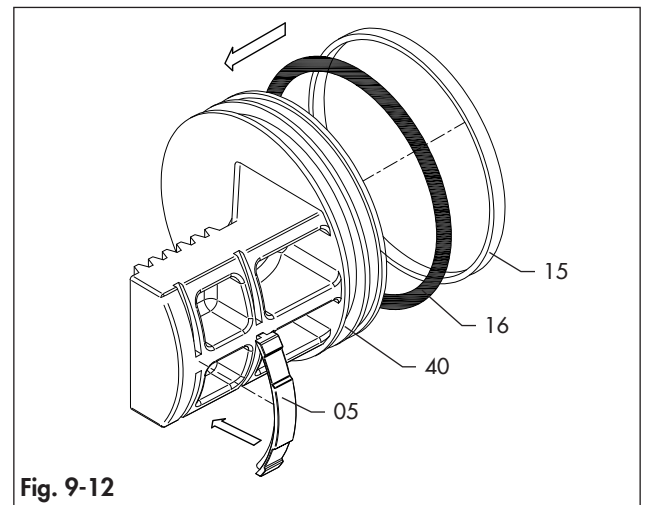
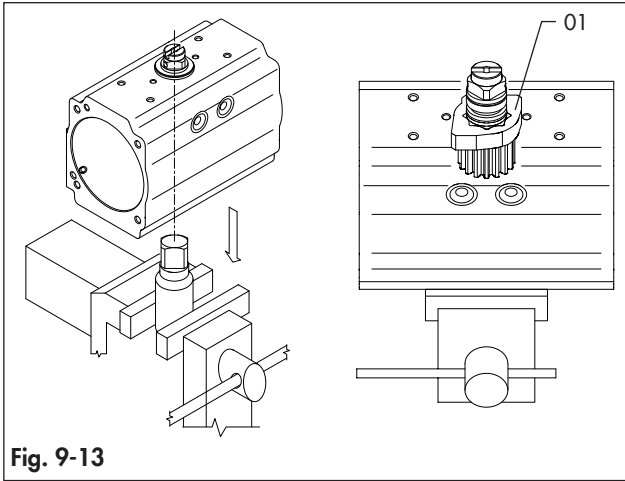
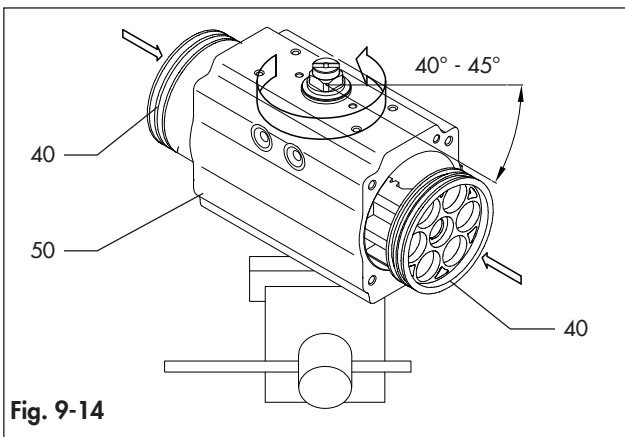

Fig. 9-12
Fig. 9-13
Fig. 9-14
Consulte las fig. 9-1, fig 9-12, fig 9-13 y fig 9-14.
- Lubrique y ponga en los pistones (40) las juntas tóricas (16), los retornos de pistón (05) y los cojinetes de cabeza (15).
- Lubrique la superficie interna del cuerpo (50) y el pistón dentado (40).
- Introduzca la conexión hembra del eje de transmisión (60/60.1) en una junta de acoplamiento correctamente fijada. (Fig. 9-13)
- Asegúrese de que el octi-cam (01) está en la posición correcta, de acuerdo con la fig. 9-13.
- Gire el cuerpo (50) en unos 40°-45° en el sentido de las agujas del reloj desde la vista superior, como aparece en la fig. 9-14.
- Introduzca y presione los dos pistones (40) a la vez dentro del cuerpo (50) hasta que los pistones queden encajados.
- A continuación, gire el cuerpo (50) en sentido contrario al de las agujas del reloj desde la vista superior hasta completar la carrera.